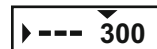

Fig.3
- Si le point d'impact ne se confond pas avec le point de visée, appuyez et maintenez le bouton de commande (9) appuyé, afin d'avoir accès au menu.
6) Moyennant la rotation de bouton de commande, sélectionnez la commande "----" (nouvelle distance) (voir la fig.3).